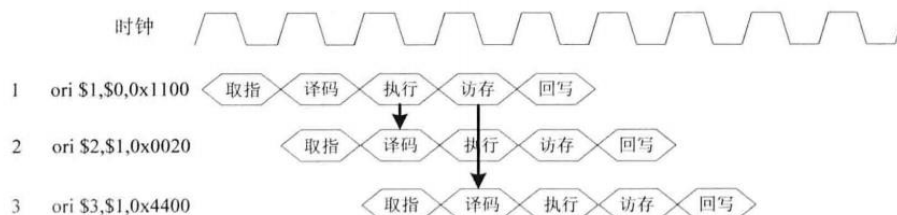

图 5-6 数据前推解决流水线相关
- ③ 数据前推：将计算结果从其产生处直接送到其他指令需要处或所有需要的功能单元处，避免流水线暂停。如图 5-6 所示的例子中，新的\$1 值实际上在第 1 条 ori 指令的执行阶段已经计算出来了，可以直接将该值从第 1 条 ori 指令的执行阶段送入第 2 条 ori 指令的译码阶段，从而使第 2 条 ori 指令在译码阶段得到\$1 的新值。也可以直接将该值从第 1 条 ori 指令的访存阶段送入第 3 条 ori 指令的译码阶段，从而使第 3 条 ori 指令在译码阶段也得到\$1 的新值。